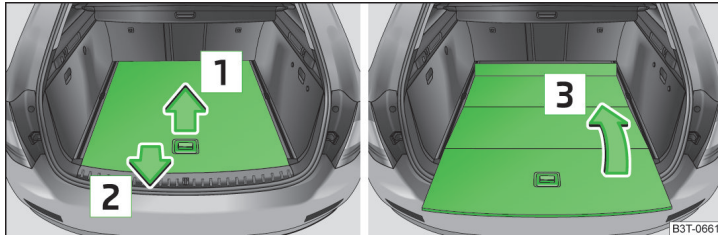
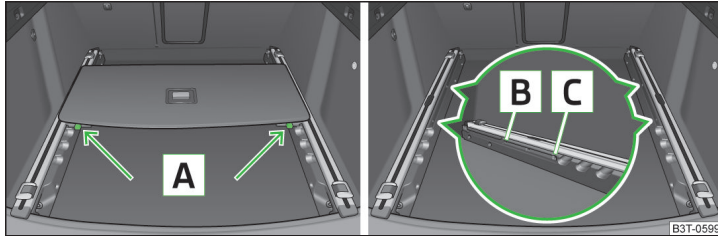

Abb. 114 Gepäckraum: variablen Ladeboden zusammenklappen
Abb. 115 Gepäckraum: variablen Ladeboden ausbauen
- › Den hinteren Teil des Bodens am Griff fassen, in Pfeilrichtung **1** etwas anheben » Abb. 114 und über den Stoßfänger in Pfeilrichtung **2** herausziehen, bis dieser in der Öffnung **C** einrastet » Abb. 115.
- › Durch Bewegen in Pfeilrichtung **3** » Abb. 114 den Ladeboden zusammenklappen.
- › Die Sicherungstasten **A** drücken » Abb. 115 und den Boden herausnehmen.
- › Den Boden nach vorn schieben, bis dieser in den Öffnungen **B** in den Tragschienen einrastet » Abb. 115.